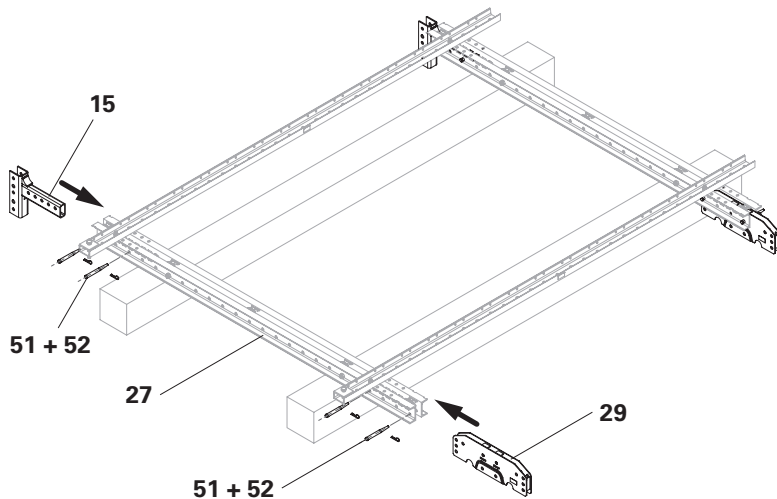

Fig. B4.08
4. Fissare la giunzione universale UK 70 (**29**) con due perni calibrati Ø 21 x 120 (**51**) al corrente universale SRU (**27**) e fissare con un inserto a molla (**52**). (Fig. B4.08)